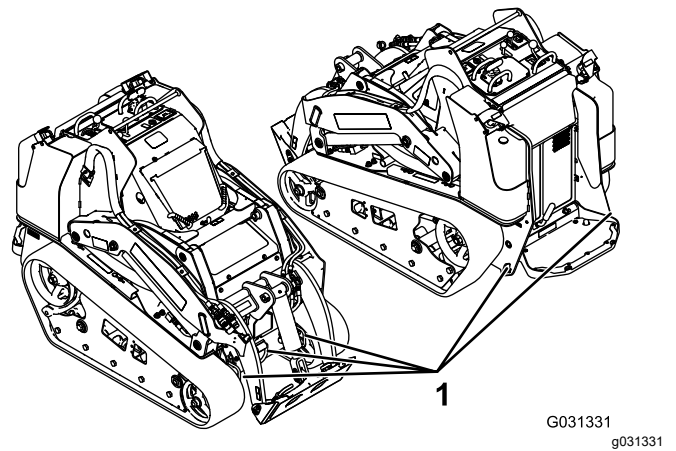

Bild 29
8. Befestigen Sie die Maschine mit den Metallbefestigungsschleifen und Riemen, Ketten, Kabel oder Seilen am Anhänger oder Pritschenwagen (**Bild 29**). Halten Sie die örtlichen Vorschriften für die Vergütung ein.